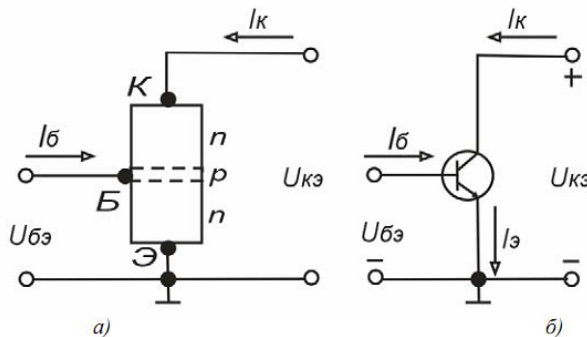

Рис.3. Транзистор типа п-р-п: а) - структура; б) -условное обозначение
- По данным таблицы 3 построить механические $n = f(M)$ и электромеханические $n = f(I_{\text{я}})$ характеристики (примерный вид характеристики показан рис.3).
Принцип действия транзистора, включенного по схеме с общим эмиттером, показан на рис. 3.
Структура транзистора типа п-р-п, включенного по схеме ОЭ (рис.3, а). Условное обозначение такого транзистора приведено на рис. 3. б. Для удобства отсчета потенциалов эмиттер транзистора заземлим. Входным электродом транзистора является база р-типа, выходным - коллектор п-типа. В соответствии с изложенным ранее между базой и